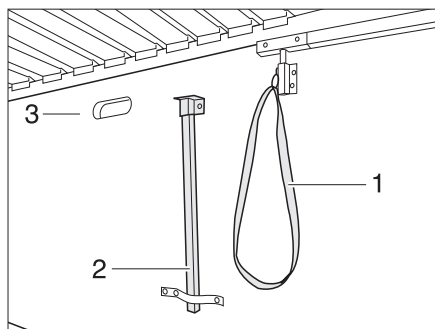

Fig. 114 Appui et déverrouillage
- Ouvrir le portillon de l'espace de rangement et ouvrir le support (Fig. 114,2) se trouvant sous le lit.
- Tirer sur la boucle (Fig. 114,1) et faire basculer le lit (Fig. 114,3) vers le bas.